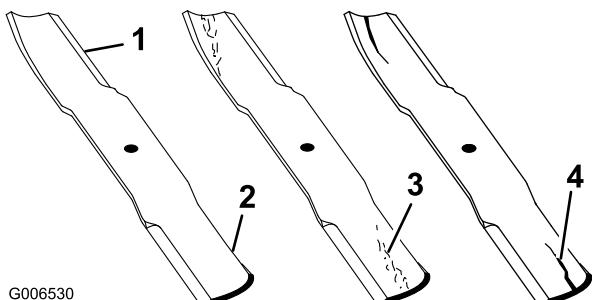

図 74
1. 刃先の部分を点検する(図74)。刃先部分が鋭利でなかつたり、打ち傷がある場合には、ブレードを外して研磨する。「ブレードの研磨」を参照。
2. ブレードを点検、特に湾曲部(図74)をていねいに点検する。破損、磨耗、割れの発生などがあれば(図74)、直ちに新しいブレードに交換する。